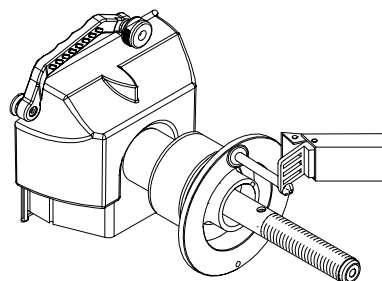

Figure 48
12. Toucher le bout du dispositif de mesure largeur et le maintenir pendant une seconde ou appuyer sur le bouton "**F**" (Figure 48). L'afficheur indique "**bAC**" "**H**" "**POS**" suivi d'une sonnerie. Ramener le bras SAPE dans sa position d'origine.